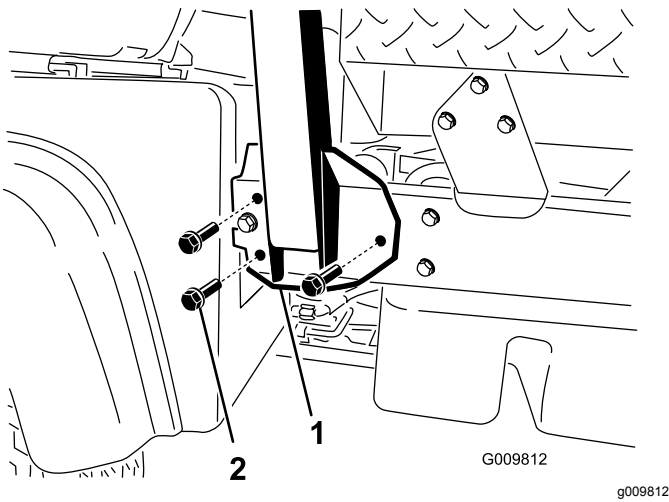

图4
2. 将 ROPS 的两侧与机器机架两侧中的安装孔对齐 图4。
3. 在每侧各用 3 个凸缘头螺栓 $\frac{1}{2} \times 1\frac{1}{4}$ 英寸将 ROPS 安装支架固定到机器机架上 图4。